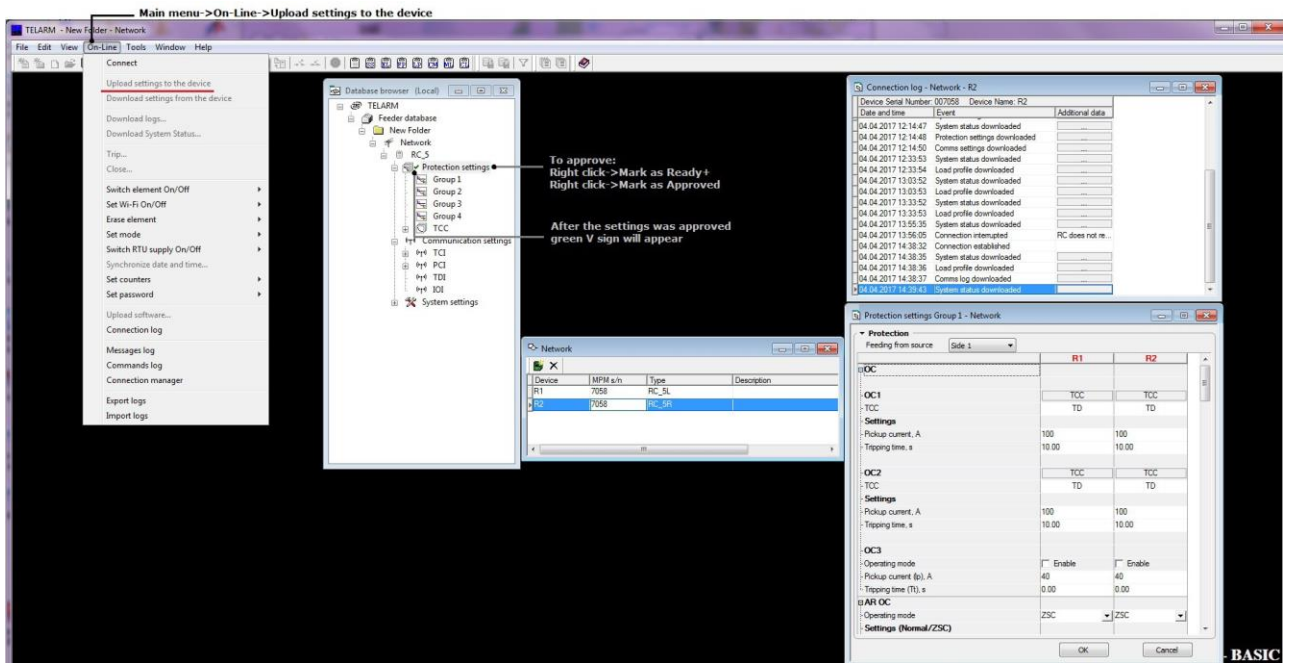

Figura 75
- 1) Hacer clic derecho sobre el menú secundario "Ajustes de protección" en el buscador de la base de datos y seleccionar "Marcar como listos" (Figura 75);
- 4) En el menú "En línea", hacer clic en "Cargar ajustes al dispositivo>..." (Figura 75);
- 4) En el menú "En línea", hacer clic en "Cargar ajustes al dispositivo..." (Figura 75);